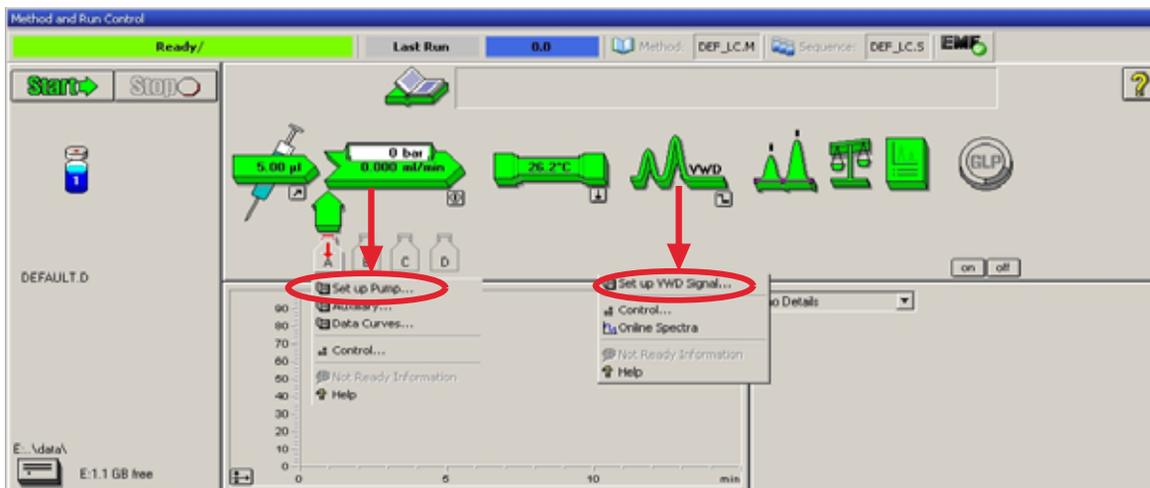

图 14 打开组件菜单
- 9 单击组件图标（第 47 页的图 14），并打开这些组件的设置。此时请勿更改检测器参数。